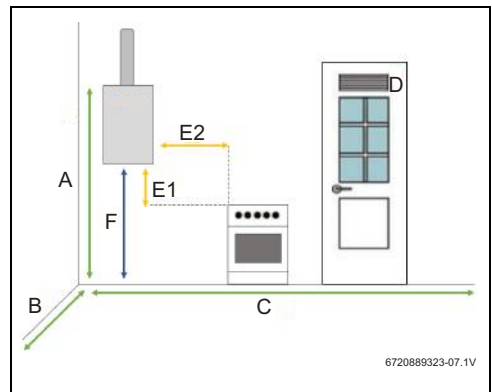

Fig. 21 Distancias mínimas
- ▶ Respetar las medidas mínimas de instalación indicadas en la Fig. 21.
- ▶ Garantizar un buen acceso para realizar los trabajos de mantenimiento respetando siempre las distancias mínimas indicadas en la Fig. 21.